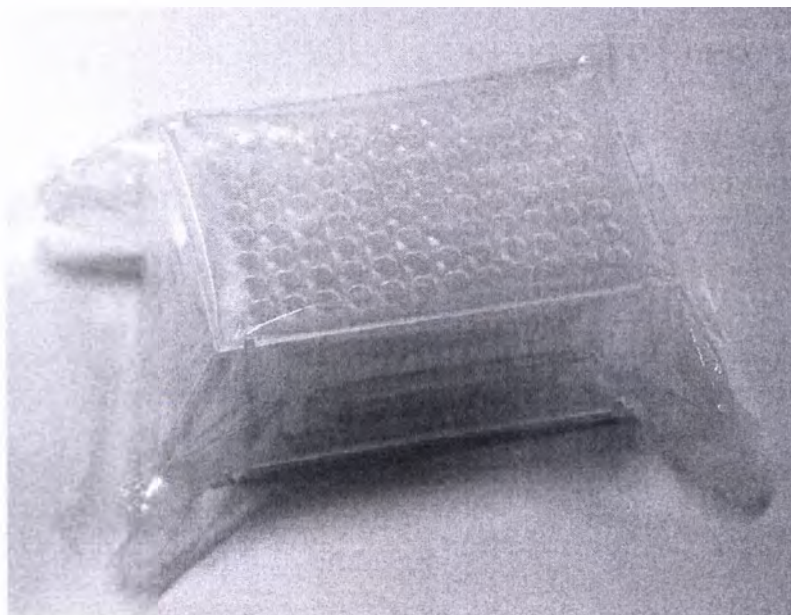

Рис. 6.2 Упаковка с двумя наконечниковми
1. Взять упаковку, содержащую две гребенки наконечников (Рис. 6.2).